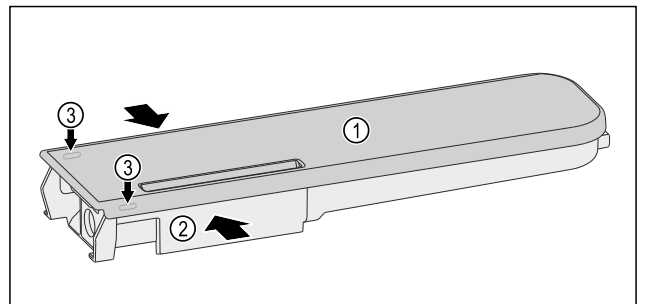

Fig. 231
- ▶ Wasserbehälter Fig. 231 (2) zusammendrücken und Deckel Fig. 231 (1) vorsichtig über die Rastnasen Fig. 231 (3) hebeln und hochziehen.
- ▶ Deckel Fig. 231 (1) leicht hin- und herbewegen und nach oben entnehmen.